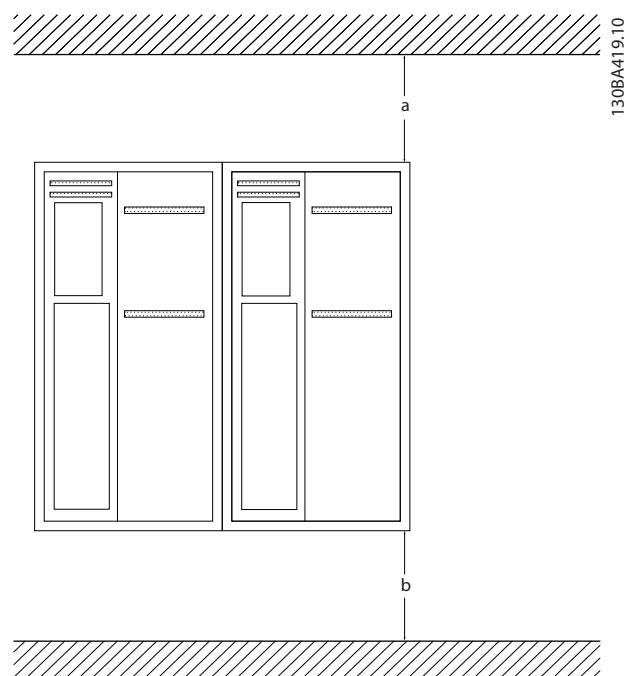

Bild 2.1 Övre och nedre kylningsavstånd
- Se till att kylningsavståndet är tillräckligt både över och under enheten. I allmänhet måste avståndet vara 100–255 mm. I Bild 2.1 finns avståndskraven specificerade.